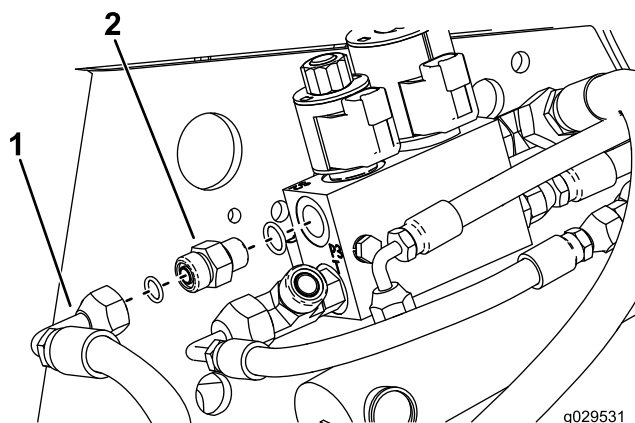

Bild 19
7. Setzen Sie das Hydraulikventil-Anschlussstück in die Öffnung des Ventils ein (Bild 19).
10. Verbinden Sie den Schlauchanschluss mit dem Geraden Anschlussstück (Bild 19).